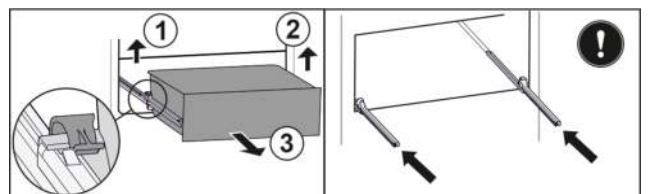

Fig. 58
- ▶ Linke Klemme anheben und gleichzeitig Schubfach links nach vorne ziehen. *Fig. 58 (1)*
- ▶ Rechte Klemme anheben und gleichzeitig Schubfach rechts nach vorne ziehen. *Fig. 58 (2)*
- ▶ Schubfach nach vorne entnehmen. *Fig. 58 (3)*